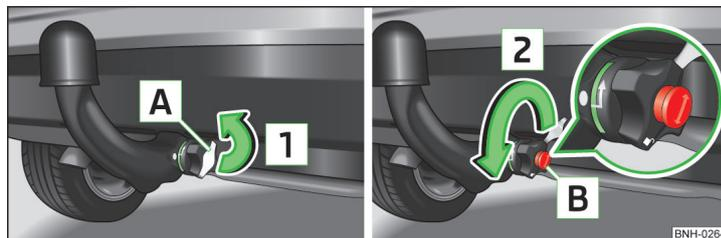

Abb. 116 Schlosskappe abnehmen / Schloss entriegeln
- › Die Kappe **A** vom Handradsteckschloss in Pfeilrichtung **1** » Abb. 116 abnehmen.